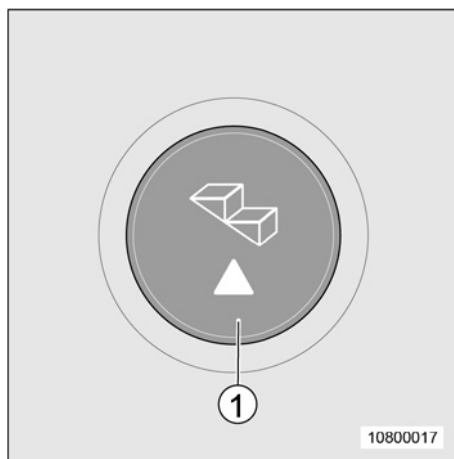

Fig. 11 Commutateur sur le modèle T au niveau du volant
1. Appuyer sur le bouton-poussoir (Fig. 11/1) et le marche-pied rentre complètement.